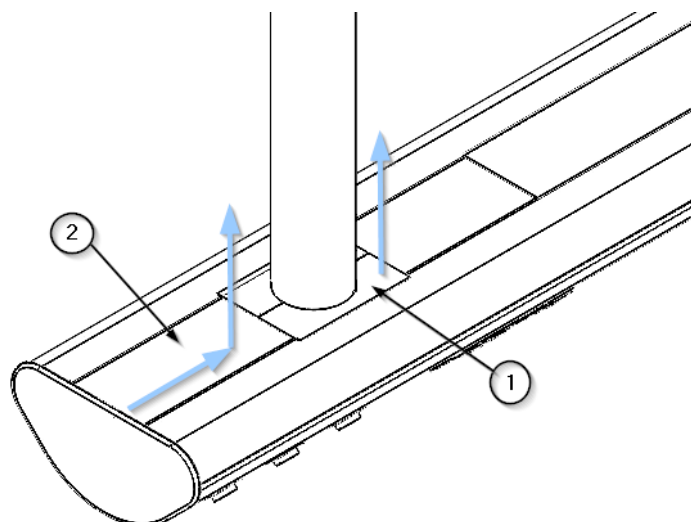

Fig. 2 Démontage des couvercles du corps principal
- À l'aide d'un outil hexagonal, retirez les 8 vis M4 x 6 ③ qui fixent les 5 brides latérales ② de la paroi latérale ①, comme indiqué dans la figure 2.
- Retirez avec précaution le panneau latéral ① et placez-le dans un endroit sûr.
- Fixez d'abord le capuchon d'extrémité ① en soutenant les languettes latérales ② dans les fentes filetées du corps principal et fixez-le avec les 8 vis M4 x 6 ③.
- Vérifiez que la paroi latérale ① est correctement fixée.